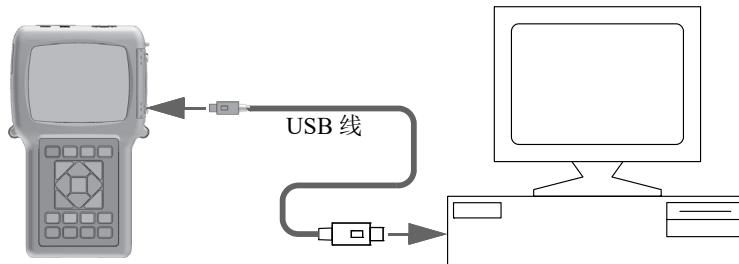

图 14-2 将 39DL PLUS 仪器连入计算机
- 将 USB 线的一端连接到 39DL PLUS 仪器 I/O 舱盖下的 USB 从接口上；另一端连接到计算机的 USB 端口上（参见第 247 页的图 14-2）。